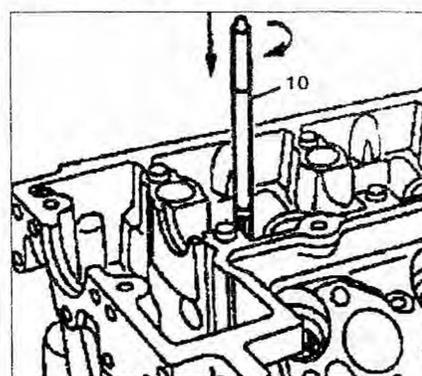

Рис. 2.38. Установите фрезу-развертку и разверните диаметр в направлениях, указанных стрелками.
19. Установите фрезу-развертку и разверните диаметр в направлениях, указанных стрелками (рис. 2.38). Никогда не вращайте фрезу-развертку в обратном направлении. Размеры направляющей втулки клапана приведены в таблице 2.4.